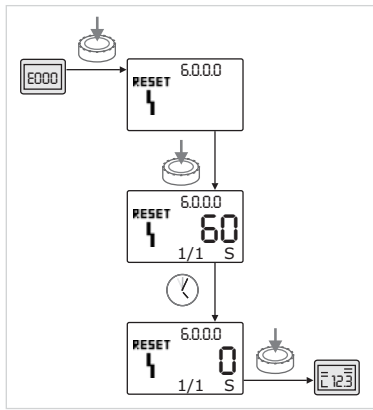

Fig. 48: Fehlertyp A oder D quittieren
- Treten Fehler des Typs A oder D auf, zum Quittieren wie folgt vorgehen (Fig. 48):